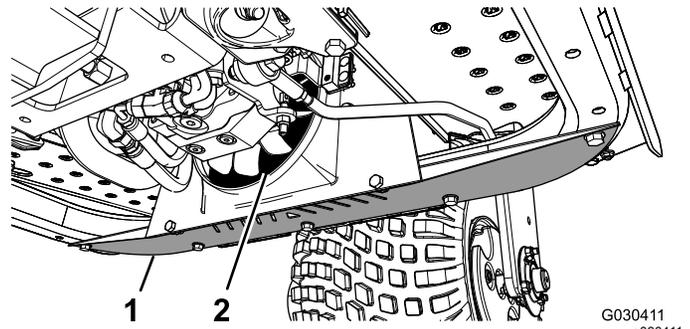

Bild 45
1. Entfernen Sie das untere Schutzblech (Bild 45).
2. Verwenden Sie eine Wand und blasen Sie komprimierte Luft in die Lüfterschaufeln (Bild 45), um das Material in der Richtung zu entfernen, in der es eingetreten ist.